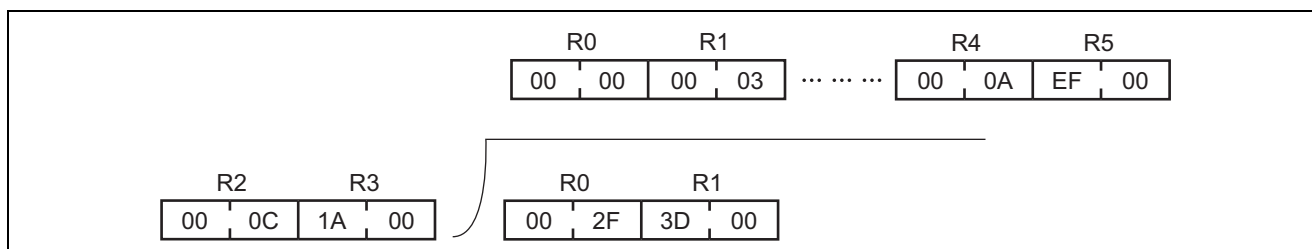

図 3 上位ビットを使用しない場合の除算例
- 図 3 のように上位ビットを使用しない場合は、上位ビットに"0"を設定してください。"0"を設定していない場合、上位ビットに設定されている不定のデータを含めて除算されるため、正確な除算結果は得られません。